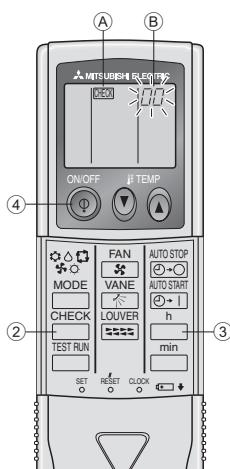

Рис. 7-4
7.3.2. Для беспроводного пульта дистанционного управления (Рис. 7-4)
- ① Включите питание.
- ② Дважды нажмите кнопку CHECK. (Начните данную операцию с выключенным дисплеем пульта дистанционного управления.)
- ③ Загорится индикация CHECK.